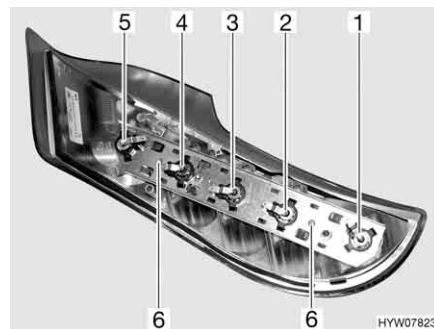

Fig. 107 Luci posteriori (lato posteriore)
- Svitare le due viti Torx (Fig. 107,6) del listello di supporto poste sul lato posteriore dell'involucro.